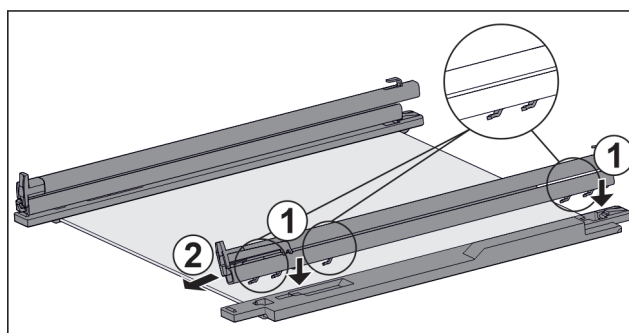

Fig. 55 Стекла́нная пластина с направляющими и крепежными элементами
- ▶ Поместите крючки направляющей в отверстия **левого** крепежного элемента. Fig. 55 (1)
- ▶ Потяните направляющую вперед. Fig. 55 (2)
- ▶ Поместите крючки направляющей в отверстия **правого** крепежного элемента. Fig. 55 (1)